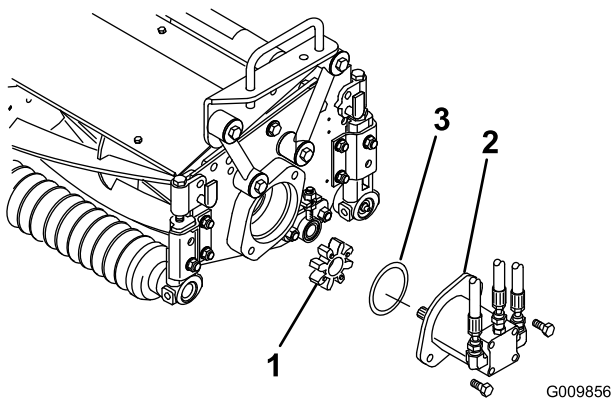

Bild 8
2. Nehmen Sie die Lagergehäuseabdeckung innen am rechten Mähwerk ab (Bild 4). Montieren Sie die Abdeckung und Dichtung (mit dem Mähwerk geliefert) am äußeren Ende. Ermitteln Sie die Position der Drehkreuzkupplung (Bild 8), die im Lagergehäuse geliefert wurde.
3. Setzen Sie den O-Ring (mit dem Mähwerk geliefert) am Bund des Antriebsmotors ein (Bild 8).
4. Montieren Sie den Motor und die Drehkreuzkupplung am Antriebsende des Mähwerks und befestigen Sie sie mit zwei Schrauben, die mit dem Mähwerk geliefert wurden (Bild 8).